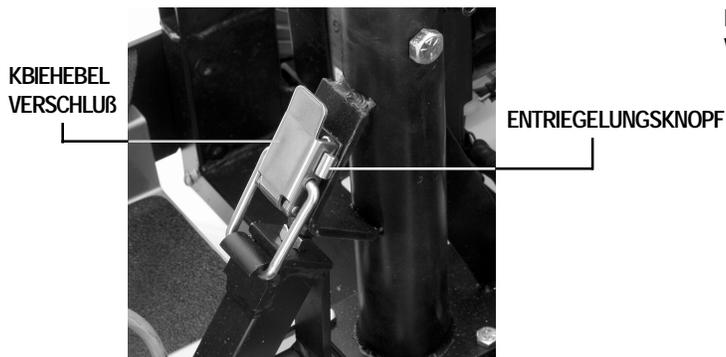

Abb. 18. Kniehebelschluß (zu)
1. Entriegelungsknopf drücken und gleichzeitig den Kniehebelschluß ziehen. Siehe Abb. 18.
5. Kniehebelverschluß sichern. Siehe Abb. 18.